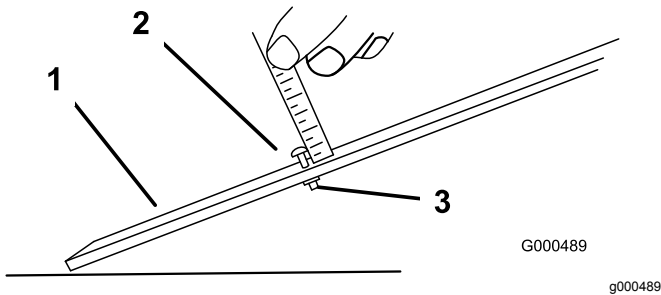

Figura 11
1. Afloje la tuerca de la barra de ajuste y ajuste el tornillo para la altura de corte deseada (Figura 11).